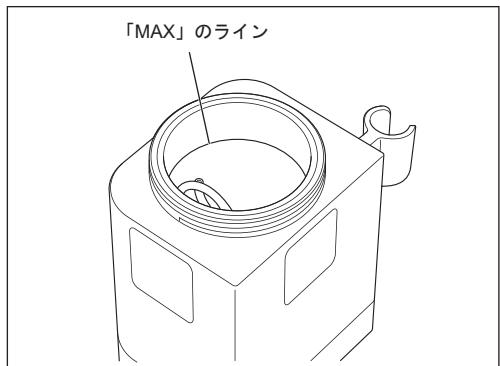

図26
- 1) 使用するモードに合ったチャンバー、パウダーを選び、チャンバーの「MAX」のラインまでパウダーを入れてください（フラッシュパールで約80g、ペリオメイトパウダーで約50g入ります）（図26）。